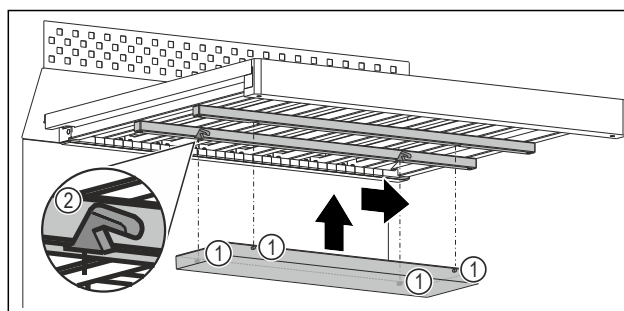

Fig. 110 Примерно изображение
- Вкарайте всяка шийка Fig. 110 (1) в съответния прорез Fig. 110 (2) на лайстната под дървената решетка.